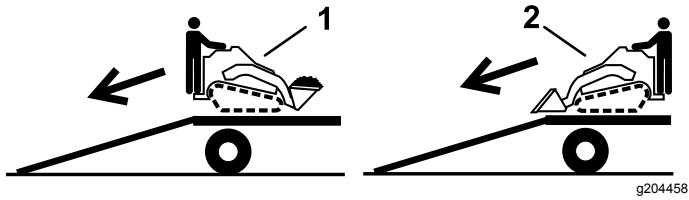

Bild 30
2. Fahren Sie beim Entladen vom Anhänger mit dem schweren Ende der Maschine auf die Rampe und befördern Sie Lasten niedrig (Bild 30).